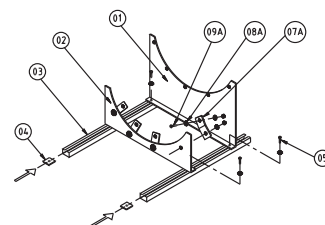

Fig. 6. Montagevoeten voor types ACP Smoke en ACG Smoke 1250-1600
Bij ACP en ACG Smoke formaat 1250-1600 is de ventilatorbehuizing (de inblaaskast) cirkelvormig. Daarom wordt de ventilatorbehuizing gemonteerd met beslag voor de montagevoeten (fig. 6 pos. 07A) en verbindingselementen, fig. 6 pos. 08A en 09A.
Het beslag wordt aan de achterkant van de voeten en de ventilatorbehuizing gemonteerd, zoals aangegeven in fig. 6.